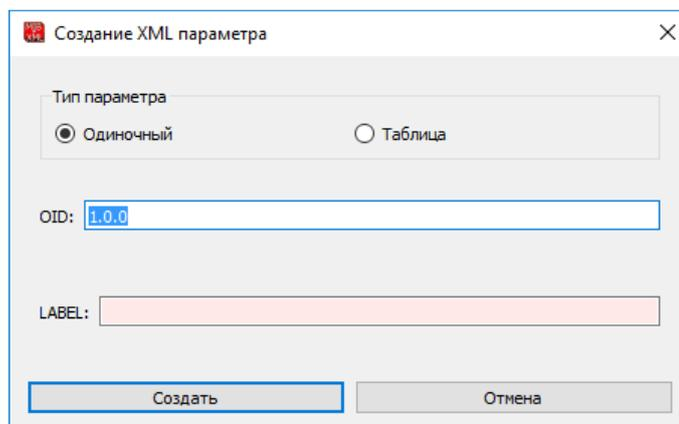

Рис. 97
6.8.4.2. При нажатии на кнопку "+" будет открыто диалоговое окно создания параметра, как показано на рис. 97.